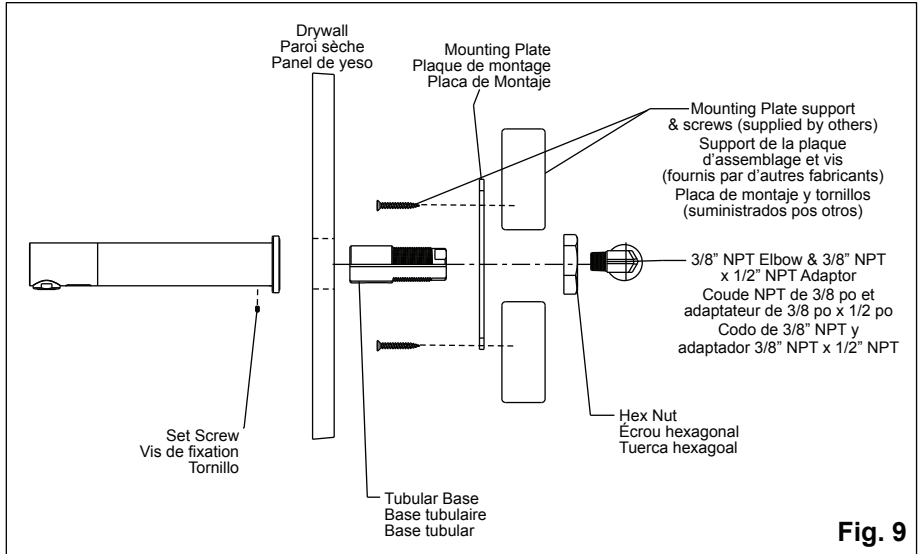

Fig. 9
7. Loosen set screw from bottom of faucet assembly to remove tubular base. *See Figure 9* for set screw position.
7. Desserrez la vis de fixation du fond du robinet pour retirer la base tubulaire. *Voir la figure 9* pour le positionnement de la vis de fixation.